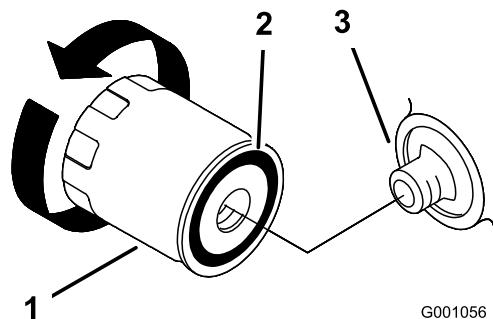

図 48
7. オイルフィルタ（図 47と図 48）を外し、フィルタのアダプタガスケットの表面をきれいに拭く。